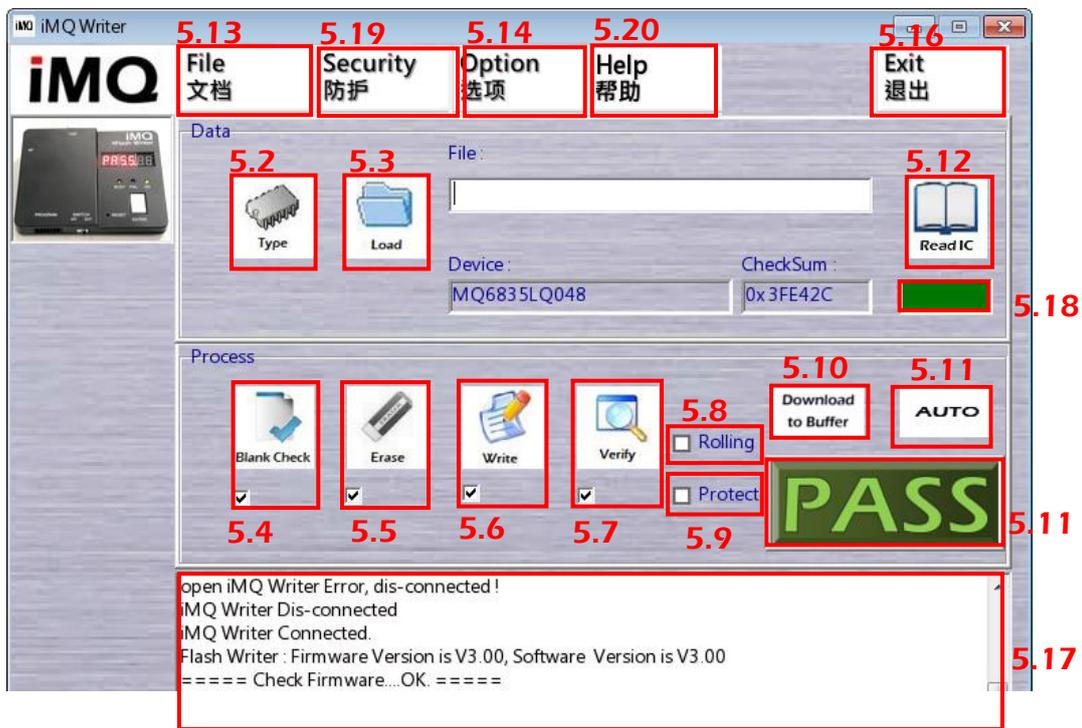

图 5-2 (V3.00 之後版本(含))
- (2) 利用 USB 线材链接计算机及烧录器。
- (3) 开启 Flash Writer 烧录软件，进入其烧录主画面，如图 5-1 和图 5-2。当烧录器的 USB 连线已与计算机正确连接时，软件接口左方会显示 iMQ Writer 硬件外观照片，若未正确连接时则不会显示。用来提醒使用者是否已正确地连接烧录器。
- (4) 主画面的各个功能键将于以下章节做描述。各功能对应的章节如图 5-1 和图 5-2 红字所示。
Step 1: 按下图 5-1 和图 5-2 的「Type」按键，如范例图 5-1，出现 IC 参数设定页面，如图 5-6。
Step 5: 请见图 5-4，若需要烧录滚码于 IC，可勾选 Rolling Code 文字前的方框启动该功能并设定滚码值。滚码数值可依用户的需求显示不同型态，若点选 DEC 文字前的圆框点选则以十进制显示；若点选 HEX 文字前的圆框则以十六进制显示，请参考图 5-2。此外，Rolling Start 指起始数值，Rolling End 则指结束停止数值。Increase Step 是指跳码间隔数据，如果键入『1』，则号码每次以增加 1 的间隔数目递增；如果键入『3』，则号码每次以增加 3 的间隔数目递增。可编写的滚码号码范围由 0~4294967280(十进制)或 0~ 0xFFFFFFFF0(十六进制)。若无需要烧录滚码则可跳过此步骤。最下方则加注滚码储存于该 MCU IC 中消息框 (Information Block) 的地址。
此功能为智能烧录动作，按下图 5- 1 或图 5-2 中之「AUTO」按键即可进行烧录动作，其烧录的步骤与内容由是否勾选「Erase」、「Blank Check」、「Write」与「Verify」这四个按键下方的小方框，以及旁边的「Rolling」、「Protect」小方框来决定，总共有六个操作程序与条件可分别选择。有勾选表示按下「AUTO」按键后会执行。